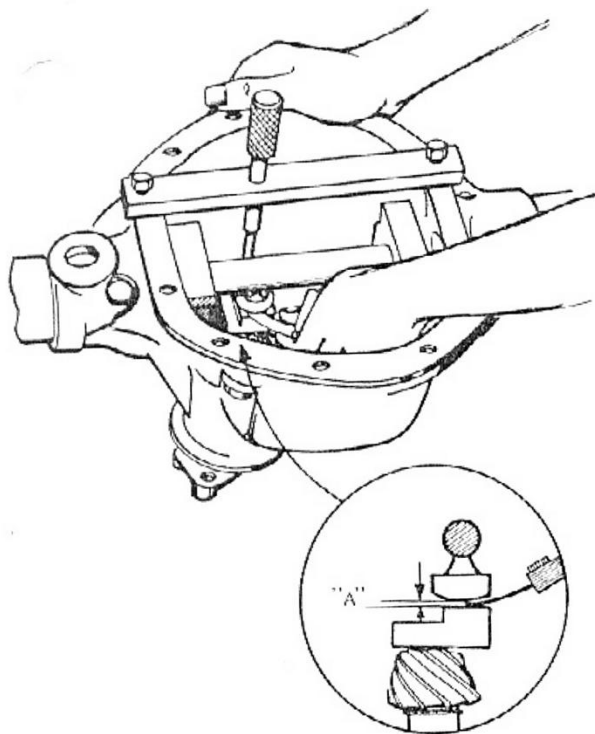

fig. 6 — verificação da profundidade do pinhão
6.3. Passar um calibrador de lâminas entre o bloco padrão e o gabarito WFE-1 conforme ilustrado na fig. 6 obedecendo a tabela de Ajuste da Profundidade do Pínhão (fig. 7).